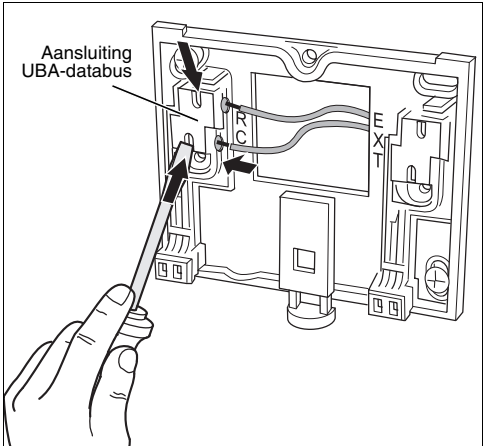

Fig. 2 Elektrische aansluitingen installeren/ loskoppelen
- Sluit de thermostaatkabel (buskabel van het cv-toestel) aan op de kabelklemmen "RC" (fig. 2). De polariteit van de aders is willekeurig.
- Druk met een schroevendraaier in de gleuf van de kabelklemmen om de kabels naar binnen te leiden of los te maken (fig. 2).